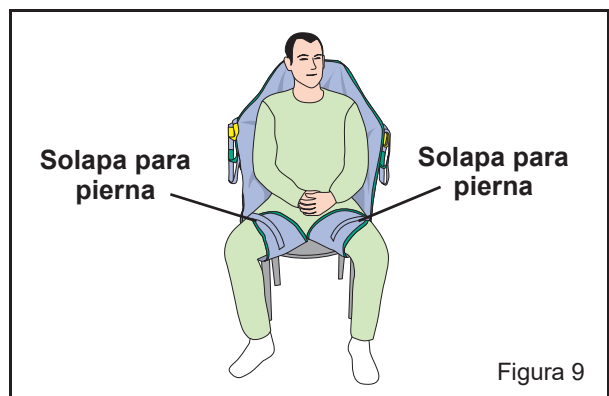

Figura 9
1. Disponga el sling bajo el paciente, de modo que la zona del cóccix quede cubierta y el soporte de cabeza, detrás de esta. Tire de las bandas de las piernas por debajo de los muslos, de modo que salgan por el lado interior de cada uno de ellos (véase la figura 9).